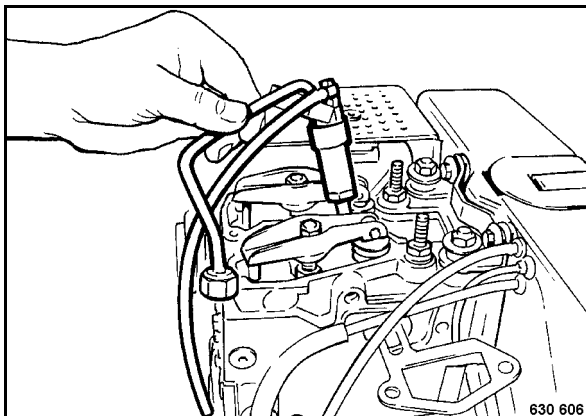

Fig. 72
- Desmontar la tobera de inyección (Fig. 72) por completo con portatoberas.